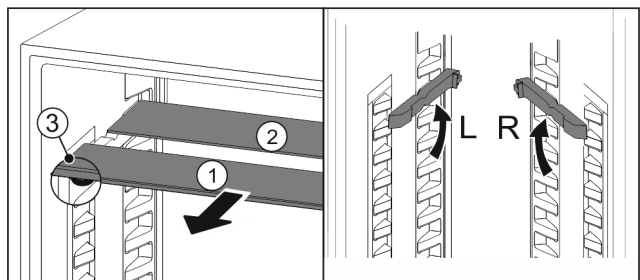

Fig. 78
- ▶ Glasplatten einzeln nach vorne herausziehen Fig. 78 (1).
- ▷ Glasplatte Fig. 78 (1) mit Zierleiste liegt vorne.
- ▷ Stopps Fig. 78 (3) zeigen nach unten.